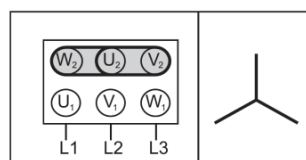

Fig. 8
- As barras de conexão na placa de terminais devem respeitar o esquema indicado na placa do motor ou as indicações dadas na tabela. (ver Fig. 8).